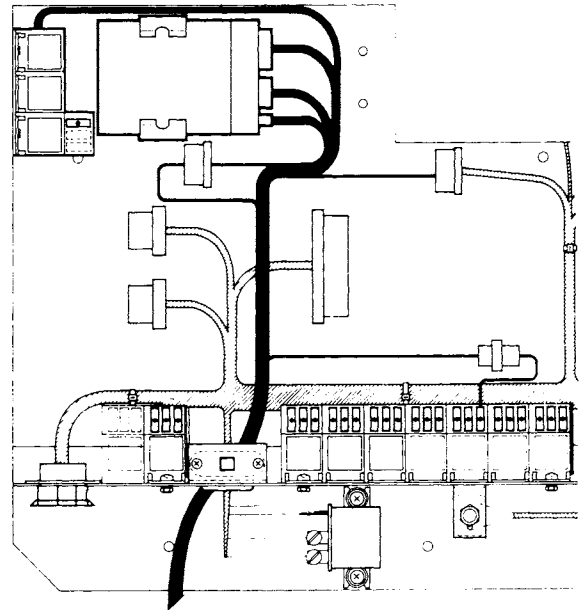

Fig. 2
Neem de draadboom en steek deze met de uiteinden waaraan geen konnektoren zitten vanuit de centraalkast door de rubberen tule, onder de flessenbak door tot aan de voorkant van de kabine. Neem tegelijk ook het kleine draadboompje mee voor de aansluitingen van de tijd klok en kabinethermostaat (zie Fig. 2). Het beste kan dit alles geschieden met behulp van een trekveer waaraan dan de draadboom bevestigd is.
Monteer de drie relaisvoeten tegen de opstaande rand aan de binnenzijde van de centraalkast door middel van 2 schroeven M5 x 20 (zie Fig. 2).
- de 2-polige stekker met de draden 85rd en 850rd (zie Fig. 2).